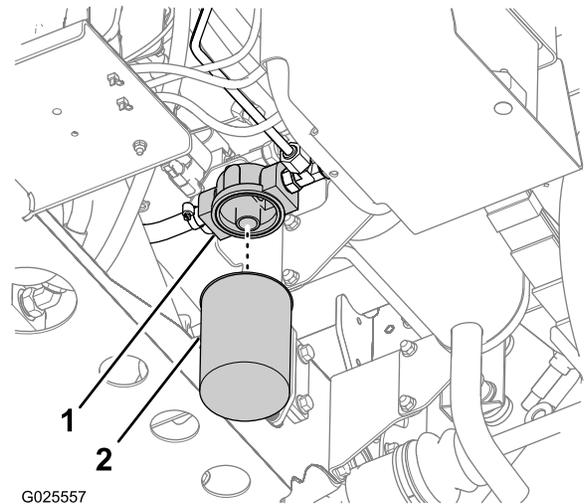

Figure 90
2. Nettoyez la zone autour de la surface de montage du filtre (Figure 90).
3. Placez un bac de vidange sous le filtre (Figure 90).
4. Dévissez et enlevez le filtre (Figure 90).
5. Nettoyez la surface d'appui du filtre sur l'adaptateur (Figure 90).
7. Vissez le filtre sur l'adaptateur jusqu'à ce que le joint rejoigne la surface d'appui de l'adaptateur (Figure 90), puis serrez encore le filtre de 1/2 tour (Figure 90).